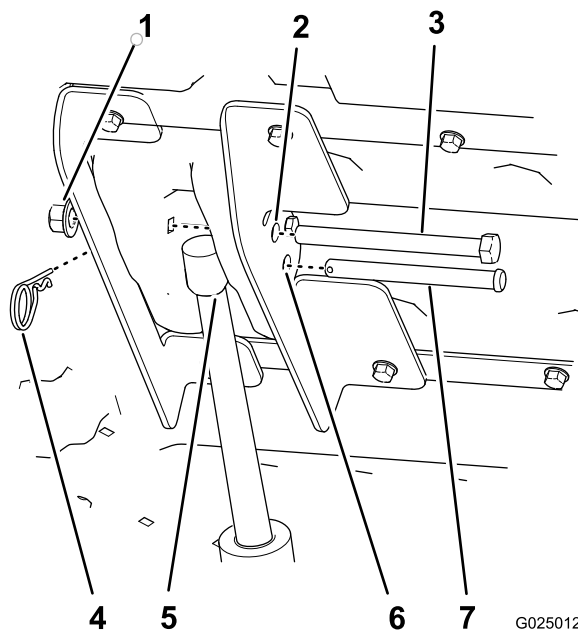

Figura 24
8. Fissate l'asta dell'attuatore di sollevamento alle staffe di sollevamento con il perno con testa (3-1/2 poll.) e la coppiglia (Figura 24).
10. Allineate il bullone a testa esagonale (1/2 x 5-1/2 poll.) con gli altri fori da 12,7 mm nella staffa di sollevamento interna ed esterna Figura 24 e fissatelo con un dado (1/2 poll.) in modo che il dado flangiato sia bene inserito.